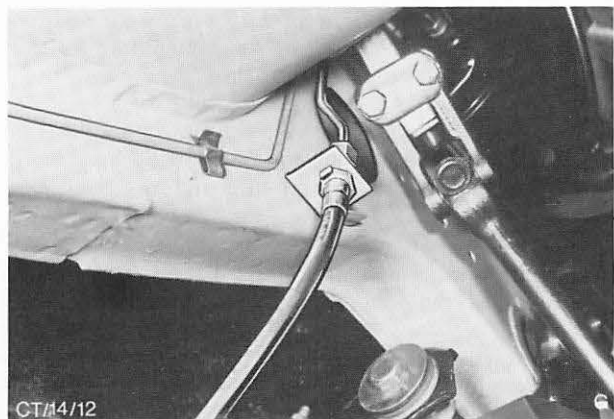

Abb. 30 Befestigung des Bremsschlauches am Karossen-Halter
2. Bremsschlauch vom Halter an der Karosse abschließen und Anschlüsse mit Stopfen verschließen. Abb. 30.